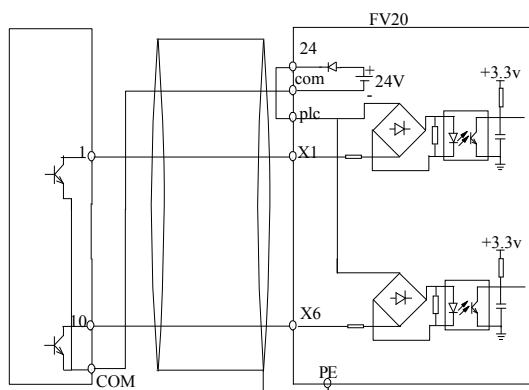

Рис. 4-9 Подключение с использованием внутреннего источника с ключами структуры NPN
1) Используйте внутренний источник тока 24В и внешний контроллер, оснащенный транзистором NPN с общими эмиттерами, подсоединенными согласно рис. 4-9.